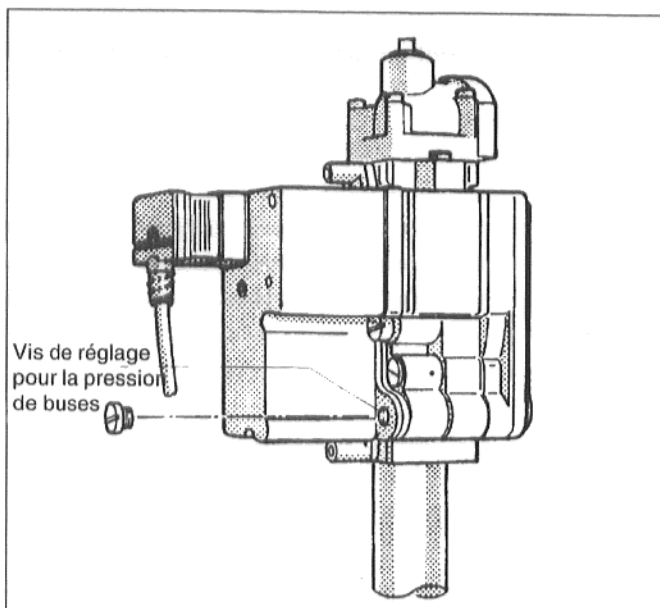

Fig. 32: Bloc de sécurité gaz "BM" 762-012
Retirer le cache de la vis de réglage (fig. 32 et 32a).
Corriger la pression aux buses en tournant la vis de réglage dans le sens positif ou négatif (fig. 32 ou 32a).
- Percer un trou dans le tuyau d'évacuation des fumées, à une distance d'environ $2 \times \varnothing AA$ en aval du coupe-tirage, sur le côté opposé à la chaudière (fig. 32).